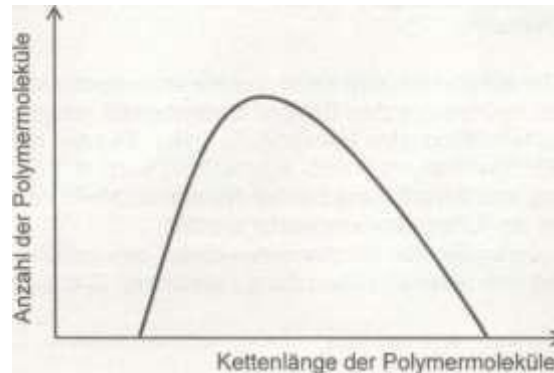

Abb. 3: Verteilung der Anzahl der Polymermoleküle in Bezug auf ihre Kettenlänge
2.2 Bei der Herstellung von Funktionskleidung werden Aramidgewebe mit anderen Kunststoffen wie zum Beispiel Polypropylen beschichtet. 2.2.1 Die Kettenlänge der Polypropylenmoleküle wird durch die Reaktionsbedingungen bei der Synthese beeinflusst. Abbildung 3 zeigt eine mögliche Verteilung der Anzahl der Polymermoleküle in Abhängigkeit von ihrer Kettenlänge:
Skizzieren Sie in dem Diagramm aus Abbildung 3 eine weitere Kurve, die sich ergibt, wenn unter sonst gleichen Bedingungen eine höhere Konzentration an Startermolekülen eingesetzt wird, und begründen Sie Ihre Aussage! [6 BE]